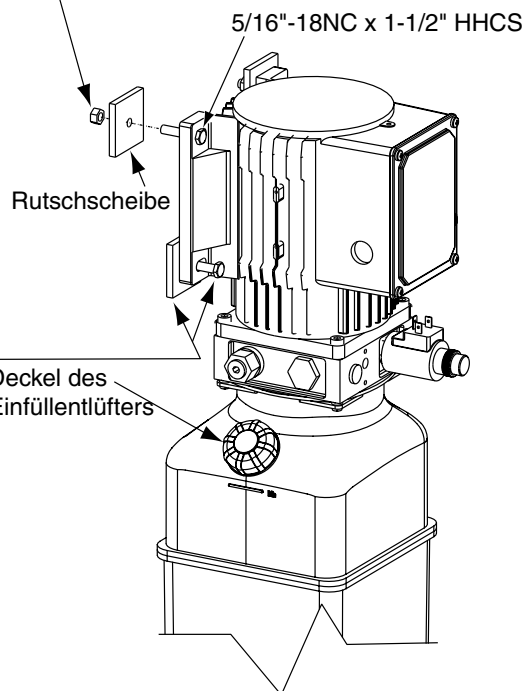
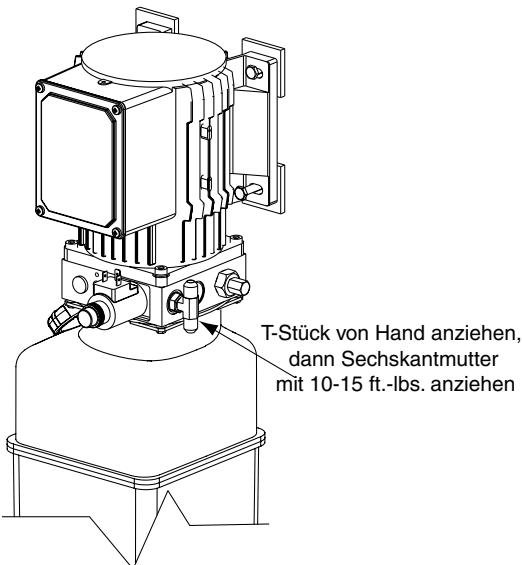

Abb. 7
Abb. 8
8. Stromversorgungseinheit E-Serie: (4) 5/16"-18NC x 1 - 1/2" HHCS in die Löcher in der Halterung der Stromversorgungseinheit einsetzen (Abb. 7). Rutschscheiben und Sicherheitsmutter gemäß Abb. 7 an den Schrauben befestigen. Den T-Abzweig montieren und manuell anziehen und Öl pumpen bis der O-Ring an der richtigen Stelle fixiert ist (Abb. 8). Dann die Sicherheitsmutter weiter mit max. 13,5 – 20,3 Nm (10 – 15 ft.-lbs) anziehen oder bis die Mutter und Sicherungsscheibe gegen den Pumpenverteiler anschlagen.